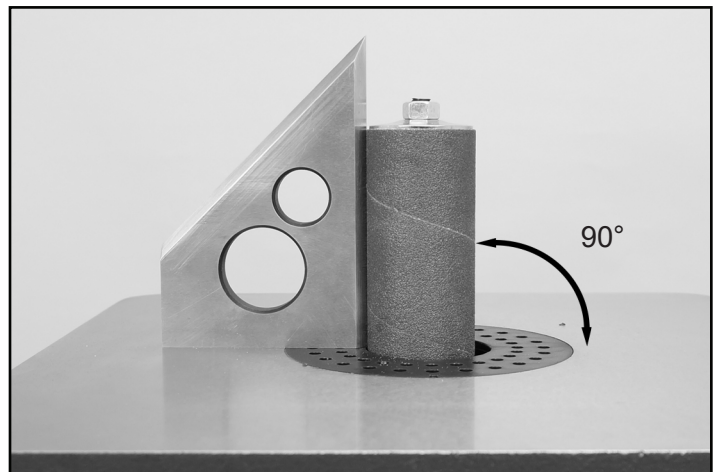

FIG. 6
2. Coloque una escuadra de 90° en la superficie de la mesa y muévala hacia el rodillo. Debe medir 90°. (Fig. 6). Si la mesa no está en ángulo recto con el rodillo, puede ajustar el nivel de la mesa.